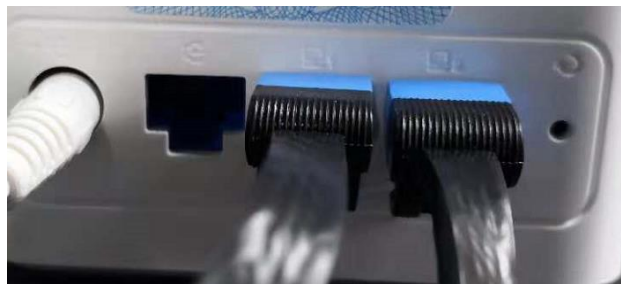

图 1
- 2.4.1 有线网络连接，将电脑的网口和路由器网口 2 连接，如图 1；